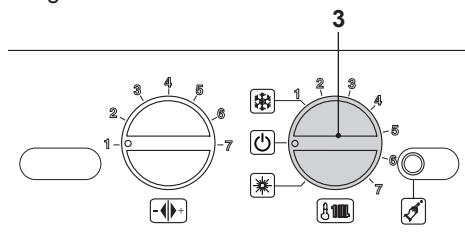

Figura 6.9
- Spegnerla la caldaia portando il selettore di funzione 3 sulla posizione  come in Figura 6.9.